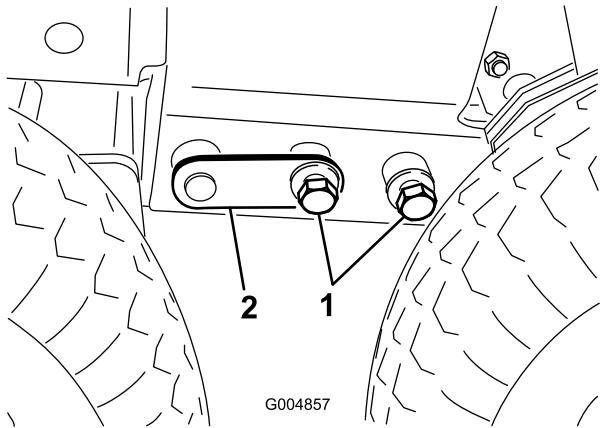

Figura 81
- Retire los 2 pernos de 3/4 pulgada de diámetro que conectan el bastidor delantero al bastidor trasero, por delante del neumático de la rueda motriz en cada lado del bastidor (Figura 81). NO RETIRE EL PASADOR DE ACOPLAMIENTO EN ESTE MOMENTO.